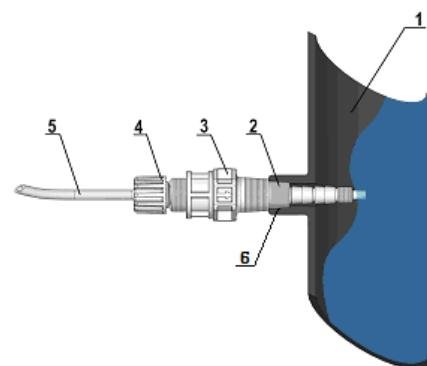

Fig. 7 - Montagem da Conexão
Tanto no tubo de ida quanto no de aspiração, evitar curvas excessivas a fim de evitar estrangulamentos no tubo. Aplicar na conduta do sistema a ser tratado, no ponto mais adequado para fazer a injeção do produto a ser dosado, uma conexão de 3/8" ou 1/2" para gás fêmea. Essa conexão é excluída do fornecimento. Parafusar a válvula de injeção na "conexão guarnição" utilizando fita de PTFE, ver a Fig. 7. Conectar o tubo (5) à conexão côncava da válvula de injeção (3) e bloqueá-lo com a respectiva coroa (4). A válvula de injeção (3) também é válvula de não retorno.